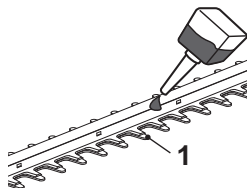

Fig. 10
10. Lubrifiez les surfaces internes de la lame si le dispositif de coupe (lame) (1) surchauffe pendant le fonctionnement (Fig. 10).
1. Maintenez le dispositif de coupe (lame) (1) propre et exempt de résidus. Enlevez les résidus à l'aide d'une brosse.
2. Appliquez une petite quantité d'un lubrifiant adapté sur le dispositif de coupe (lame) pour maintenir la performance de coupe (Fig. 10).